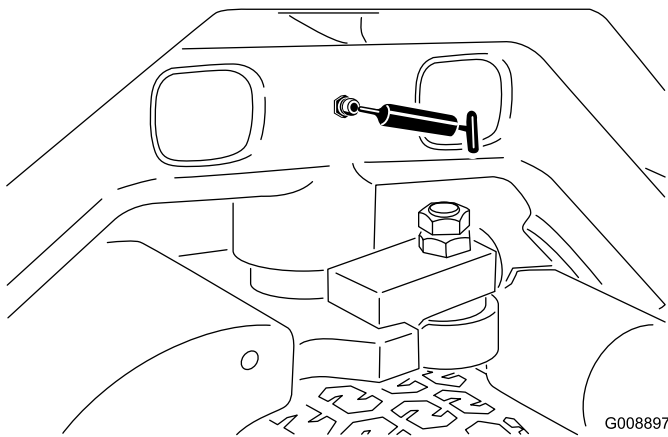

**Figure 35**
- Pivot de bras de levage arrière et vérin de relevage (2) (Figure 35)